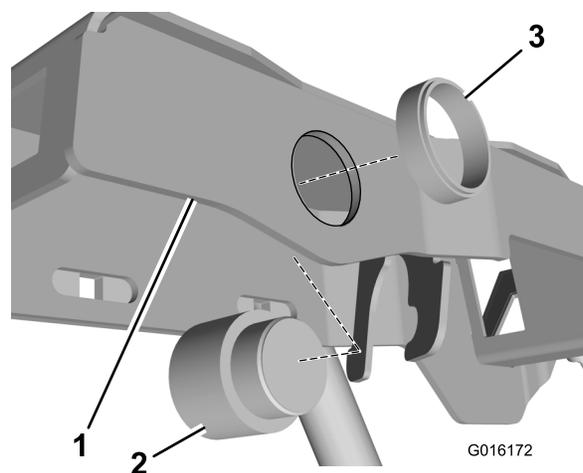

Figure 1
6. Montez l'alarme sonore dans le cadre du bras de console (Figure 1).